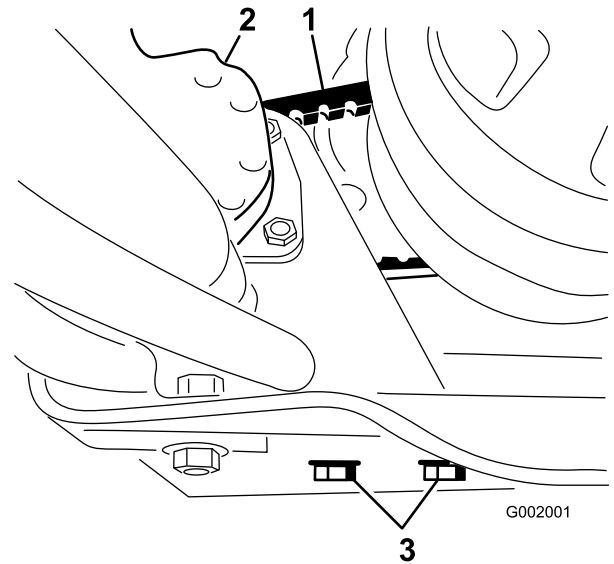

図 66
2. ステアリング・ポンプの取り付けボルトをゆるめる (図 66)。